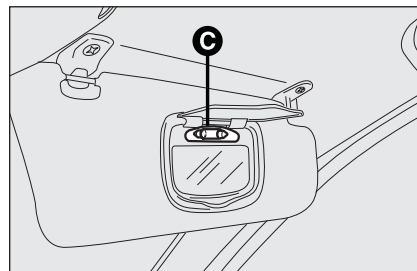

fig. 46
- ☐ remplacer la lampe **C-fig. 46** en la dégageant des contacts latéraux, et en s'assurant que la nouvelle ampoule soit correctement bloquée entre les contacts mêmes.